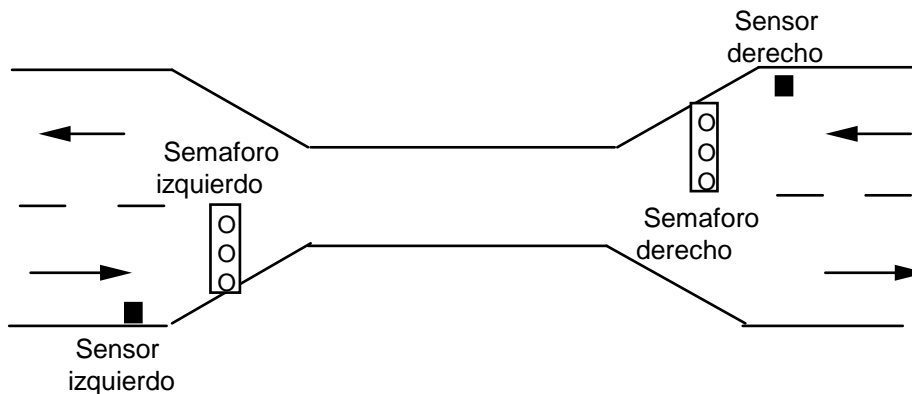
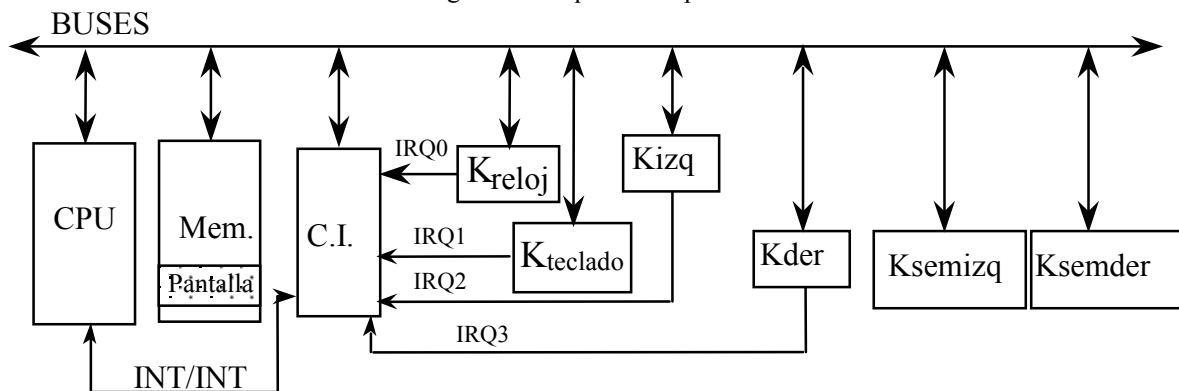

Figura 3a: Esquema del puente.
Figura 3b: Estructura hardware del sistema.
**3.-** En un pequeño pueblo, tienen un problemático **punte**: dada su estrechez dispone de un sólo carril, con lo cual la dirección de paso debe ser única en cada instante. Dicho puente se encuentra en una carretera de doble dirección, con lo cual, a ambos lados del puente han instalado dos semáforos, tal y como se muestra en la Figura 3a. Queremos que el control de estos semáforos se haga automáticamente. La estructura hardware se puede ver en la Figura 3b.
- \* **Kizq** y **Kder** Son los controladores de los dos sensores que se encuentran a los lados del puente. Cuando hay un coche parado a su par, esperando que el semáforo se ponga verde, generan peticiones de interrupción con un intervalo de 2 segundos. En la figura 3b se puede ver por qué línea IRQ interrumpe cada uno.